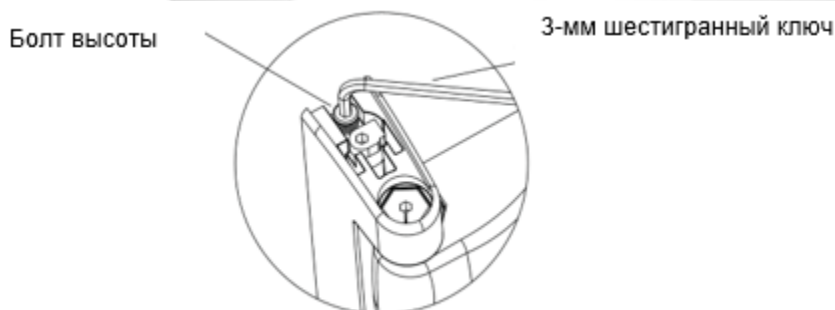

Рис. 26: Регулировка высоты
- ii. Отрегулируйте положение болта высоты с помощью 3 мм шестигранного ключа; чтобы поднять дверь, поверните по часовой стрелке, чтобы опустить дверь, поверните против часовой стрелки. Отрегулируйте высоту двери по одной петле, после чего подтяните болты на остальных петлях. Отрегулировав высоту двери, верните фиксирующие кулачки в положение блокировки и накройте петли крышками. (См. рис. 26)